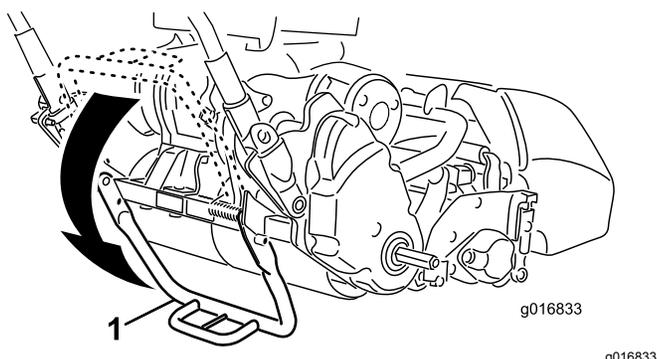

Рисунок 9
1. Нажмите вниз ногой на **середицу откидной опоры** и потяните вверх за нижнюю среднюю рукоятку машины, чтобы откидная опора повернулась вперед вокруг средней части (Рисунок 9).